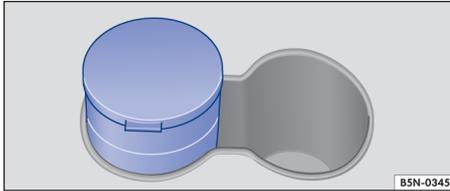

Fig. 109 En el portabebidas de la consola central: cenicero.
- Para *abrir* el cenicero, levante la tapa ⇒ fig. 109.